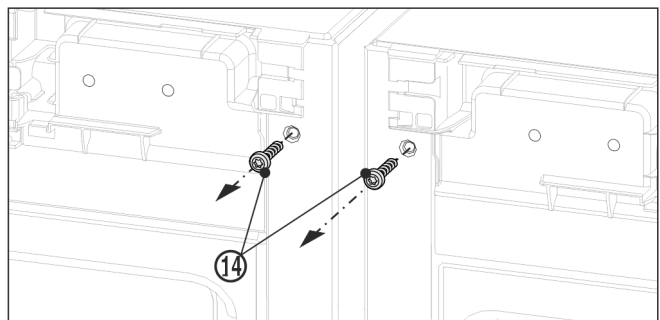

Fig. 12
- Avant le montage de l'équerre supérieure, dévisser les deux vis de terre Fig. 12 (14).